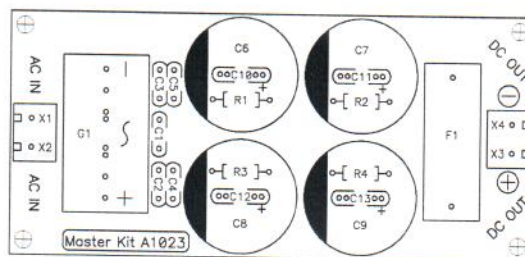

Рис.4 Монтажная схема
3. Установите все детали согласно **рис.4** в следующей последовательности: сначала малогабаритные, а потом все остальные элементы.